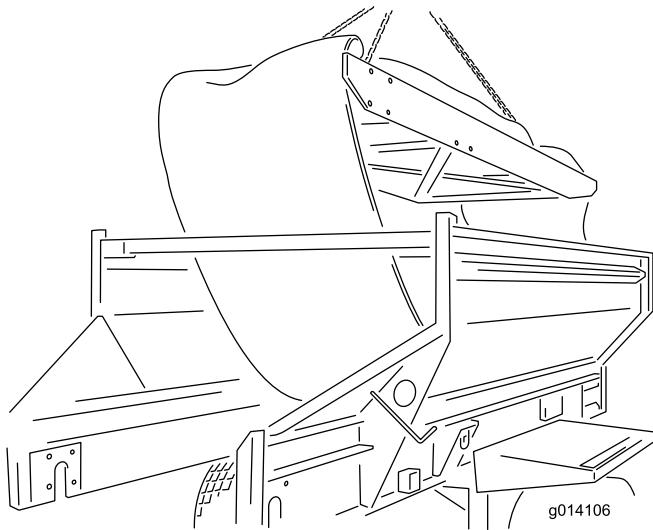

图49
24. 通过从机器顶部将其吊起从而拆下框架。将它放在地上（图49）。